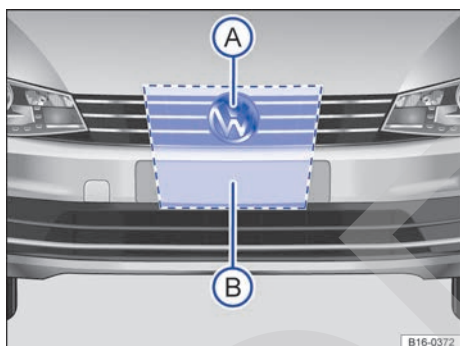

Fig. 127 En la parrilla del radiador, detrás del emblema de Volkswagen: sensor de radar (A) y zona que hay que dejar libre alrededor del sensor de radar (B).
En la parrilla del radiador, detrás del emblema de Volkswagen, va montado un sensor de radar → **fig. 127 (A)** para captar la situación del tráfico. Este sensor permite detectar vehículos que circulen por delante a una distancia de hasta 120 m aprox.
La zona situada delante y alrededor del sensor de radar → **fig. 127 (B)** no se deberá cubrir nunca con adhesivos, faros adicionales, marcos embelecadores para la matrícula ni similares, pues esto podría perjudicar el funcionamiento del Front Assist.